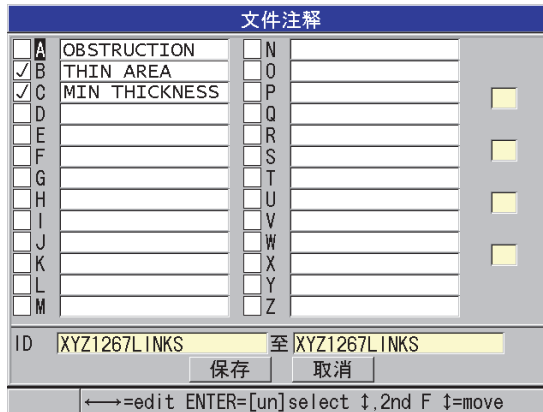

图 11-24 从注释表中选择注释
2. 在**文件注释**屏幕中 ( 参见第 199 页的图 11-24 ) :